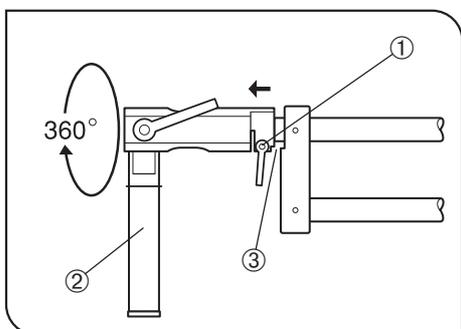

Fig. 22
7. Pour faire pivoter le fût de monture ② autour du fût horizontal ①, desserrer le levier de blocage de la rotation du fût horizontal ①. Lorsque le levier de blocage ① est desserré et que l'élément distal est mis en retrait de 2 ou 3 mm, les butées de rotation ③ ne sont plus engagées. Une fois le fût de monture amené à la position désirée, resserrer fermement le levier pour le bloquer à nouveau. (Fig. 22)
a. Desserrer le levier de blocage de la rotation du fût horizontal ①, mettre en retrait de 2 ou 3 mm l'élément distal du bras, et faire pivoter de 180° l'élément distal de manière à orienter le fût de monture ② vers le haut.
Puis, tout en appuyant l'élément distal du bras sur les butées de rotation, resserrer le levier de blocage ①. (Figs. 22 & 23)